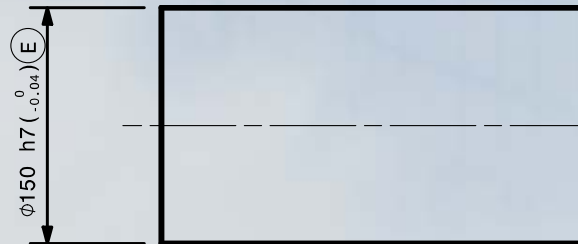

Figura 4.4 Indicación en plano
- mediante el símbolo E, colocado a continuación de la tolerancia lineal (Figura 4.4).